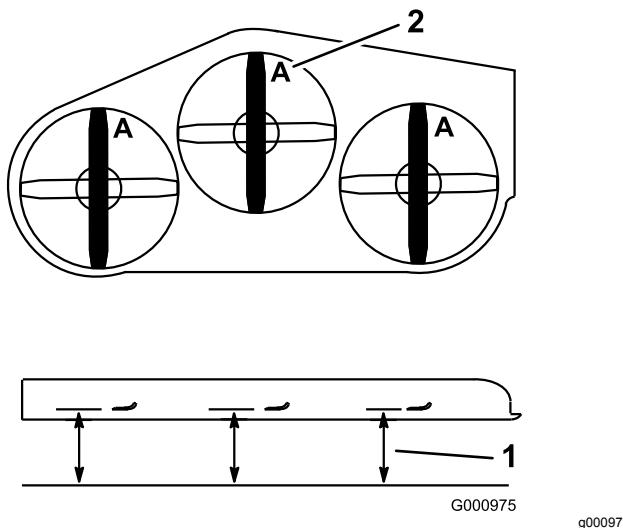

図 80
4. Aの位置で(図80)、平らな床面からブレードの刃先までの高さを測る。